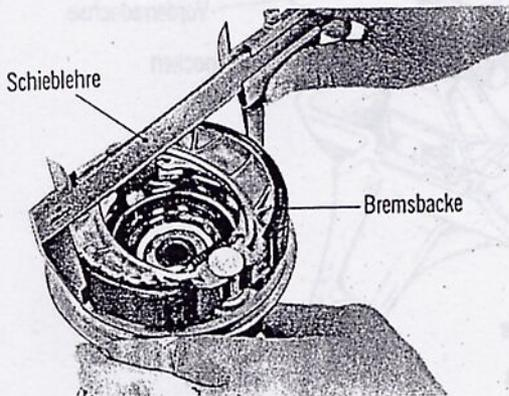

Abbildung 78
- (2) Bremssackenaußendurchmesser mit einer Schieblehre prüfen. (Abbildung 78)